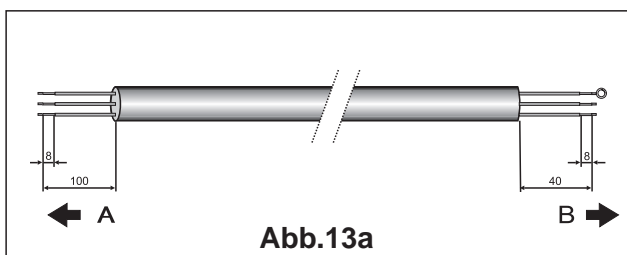

Abb.13a
2. Präparieren Sie die Kabelenden zur Stromversorgung für die Kabel zwischen den Außen und Innengeräten, wie in Abb. 13a bzw. 13b gezeigt wird.